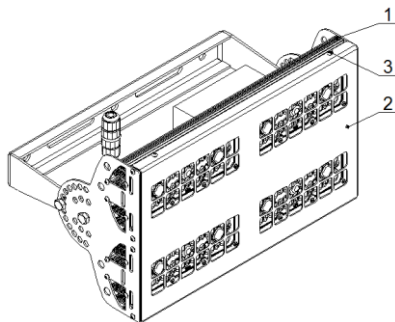

Рисунок 7. Схема установки накладки защитной
5.5. При установке светильника линзой вверх рекомендуется установить накладку защитную (в комплект поставки не входит). Накладку можно использовать для светильников с углами раскрытия 15, 30 и 60°. Накладка защитная (поз. 2, рис.7) крепится винтами (поз. 3, рис.7) к светильнику (поз. 1, рис.7).